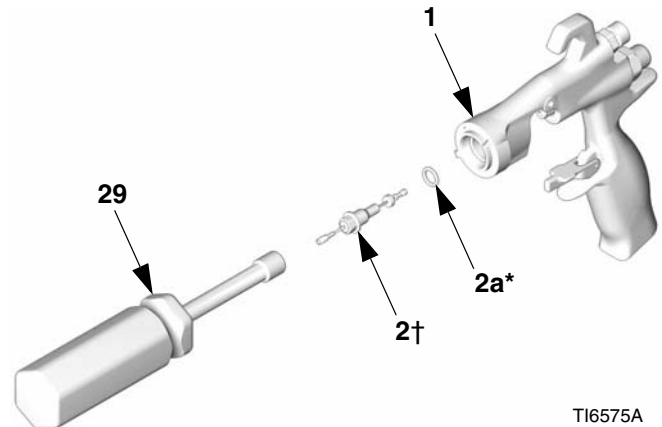
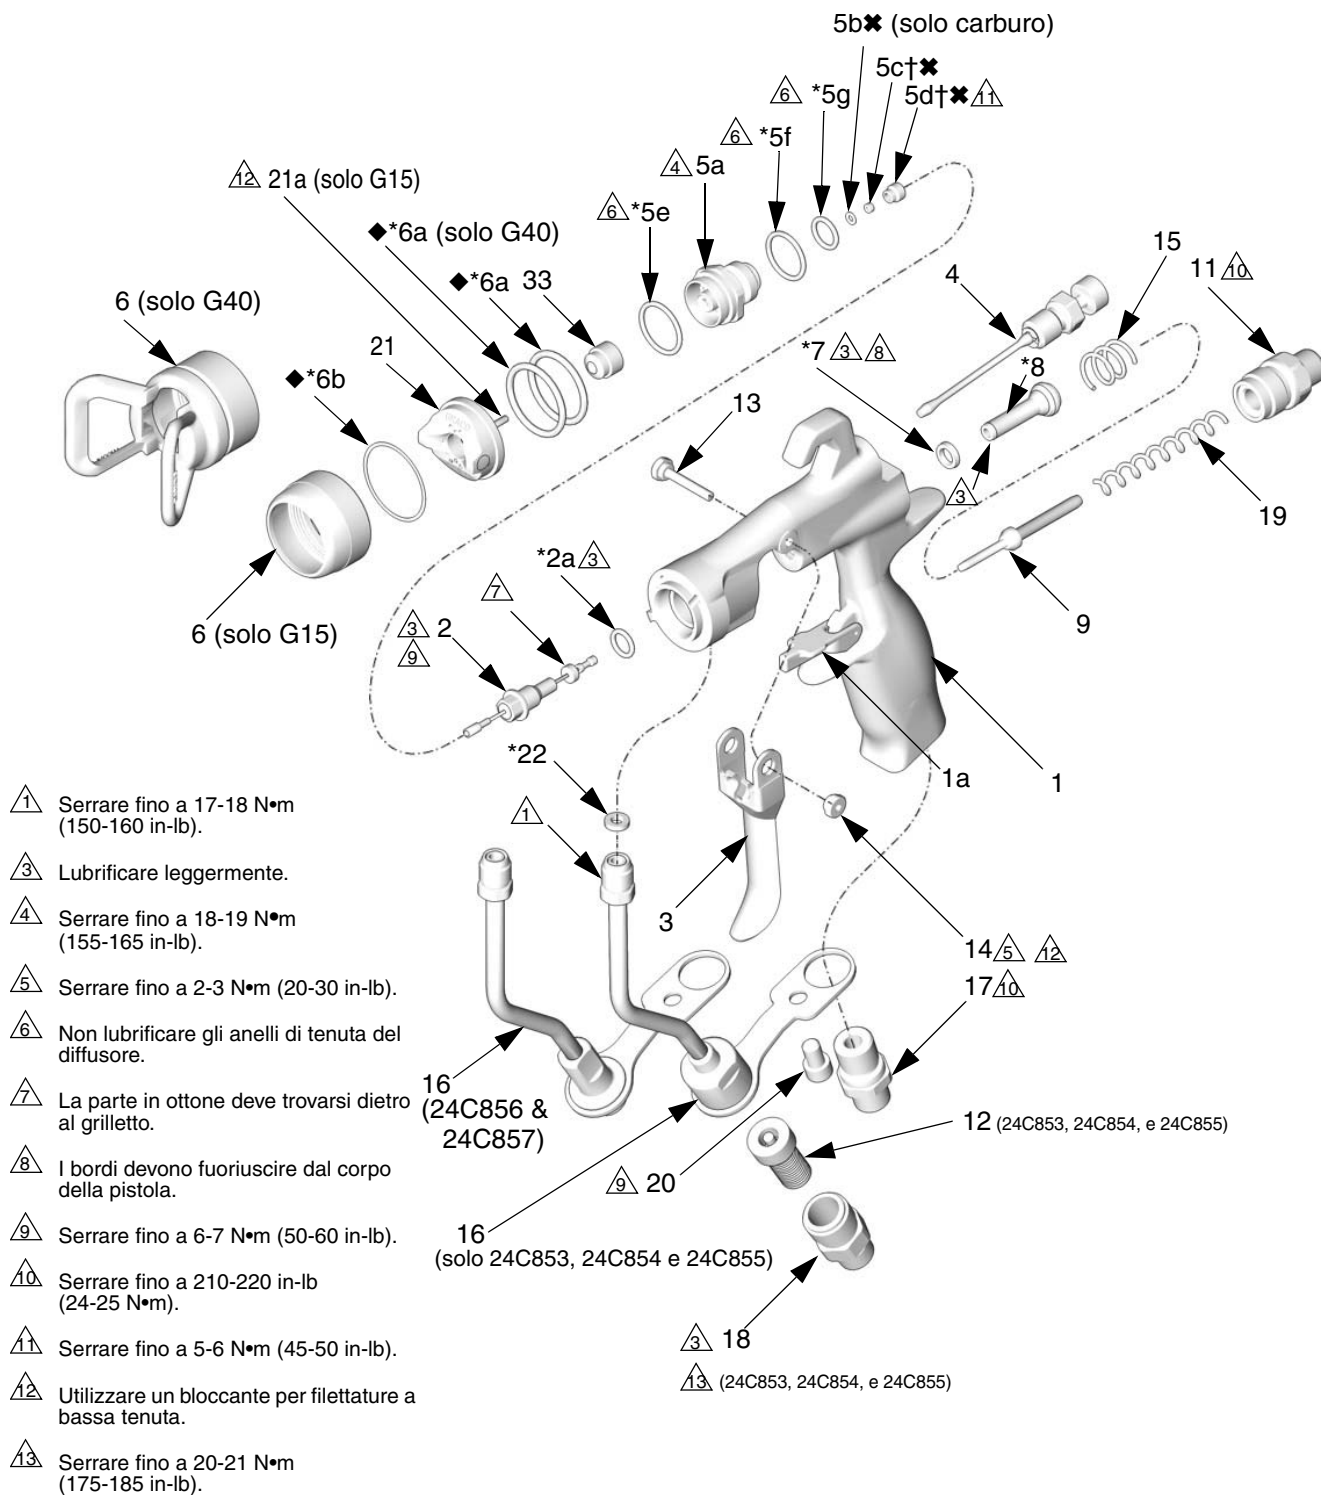

FIGURA 42
FIGURA 43
1. Installare la guarnizione del tubo (22\*) nella pistola. Serrare a mano il connettore del tubo del fluido (C) nell'ingresso del fluido alla pistola. Serrare a mano il raccordo ingresso aria della pistola (17) e la vite (20). Serrare il raccordo del tubo del fluido a 150-160 in-lb (17-18 N•m). Serrare il raccordo di ingresso dell'aria a 210-220 in-lb (24-25 N•m). Serrare la vite della staffa del tubo del fluido a 50-60 in-lb (6-7 N•m). Vedere la FIGURA 43.
2. Installare il filtro del fluido di ingresso (12) nella base del tubo di fluido. Avvitare il raccordo di ingresso del fluido (18) nella base del tubo. Serrare fino a 175-185 in-lb (20-21 N•m). Vedere la FIGURA 43.
4. Lubrificare l'estremità anteriore del gruppo della valvola aria (8\*). Fare scorrere con delicatezza il gruppo della valvola aria sul retro della pistola, passando attraverso la guarnizione a U (7\*), fino a dove arriva. Fare attenzione a non danneggiare la guarnizione a U. Vedere la FIGURA 43.
5. Inserire con cautela la parte più sottile dello stelo (9) nella valvola dell'aria (8\*).
6. Installare le due molle (15 e 19). Avvitare il tappo della molla (11) nella parte posteriore del corpo della pistola. Serrare fino a 210-220 in-lb (24-25 N•m).
7. Lubrificare leggermente gli anelli di tenuta del gruppo dell'ago e lo stelo su cui scorre la guarnizione. Accertarsi che l'anello di tenuta (2a\*) sia al suo posto sul corpo della pistola (1).
8. Inserire il gruppo dell'ago del fluido (2) nella parte anteriore della pistola. Utilizzare il cacciavite per dadi (29) per avvitare il gruppo dell'ago del fluido nel corpo della pistola (1) e serrare a 50-60 in-lb (6-7 N•m). Vedere la FIGURA 42.
9. Installare il grilletto (3), il perno rotante (13) e il dado (14). Utilizzare un bloccafili a basso potere e assicurarsi che il pezzo di ottone del gruppo dell'ago del fluido (2) si trovi dietro al grilletto. Vedere la FIGURA 43. Lubrificare entrambi i lati del perno girevole dove il grilletto tocca il perno e lubrificare la protuberanza su entrambi i lati della pistola dove il grilletto tocca il corpo della pistola. Serrare il dado a 20-30 in-lb (2-3 N•m).
10. Attivare la pistola per ritrarre l'ago mentre si avvitano il gruppo della sede (5) dal corpo della pistola (1), usando lo strumento della pistola (30). Serrare fino a 18-19 N•m (155-165 in-lb). Quando il serraggio è corretto, la flangia finisce fuori dalla pistola.
11. Collegare l'anello di ritenzione (6), il cappello aria (21) e l'ugello di spruzzatura (33).